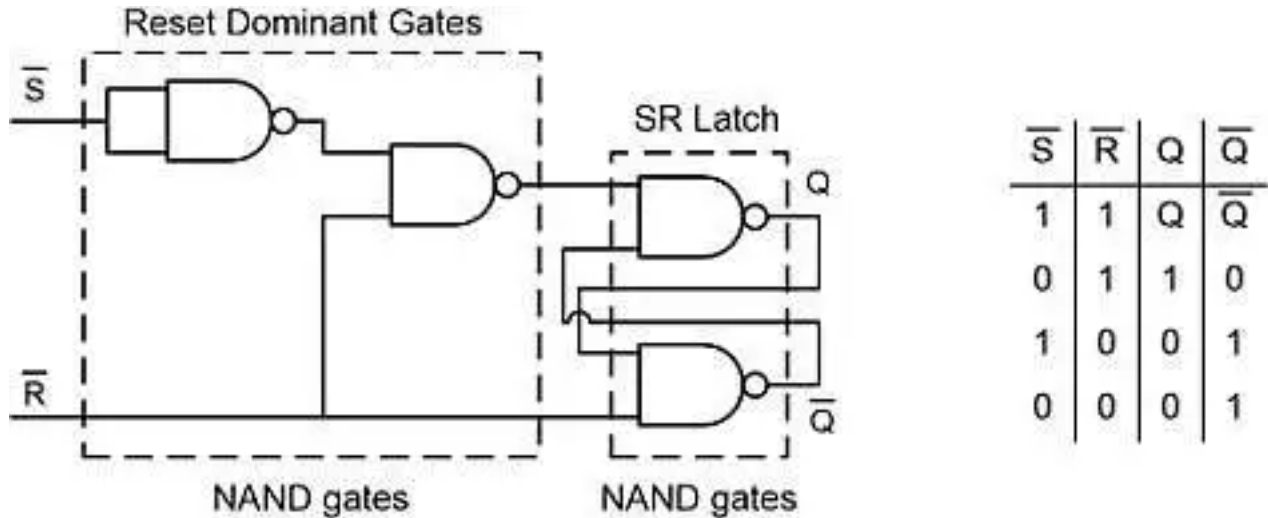

图 4. 使用 NAND 閘和相應的真值表重設復位主導型門鎖電路。
即使 PGOOD 訊號較低，您也需要確認轉換器可正確啟動或重新啟動；因此您需要將門鎖電路設為復位主導型。也就是說，當設定與復位輸入皆為低時，復位輸入將居主導地位，導致 Q 輸出偏低。图 4 顯示了僅使用 NAND 閘的簡化實作，以及相應的真值表。您可使用兩個雙 NAND 閘 SN74AUP2G00 積體電路 (IC) 或一個四 NAND 閘 SN74HC00 IC 建立此電路。
图 4 顯示閉鎖電路的整體實作。電源轉換器的 Pgood 針腳會利用外部電阻 (最高 3.3 V) 拉高。只要發生故障，連接至 PGOOD 的開汲極 MOSFET 將拉動 S-bar 輸入至低門鎖。接著 Q 輸出會拉高，進而開啟 MOSFET S1。EN 針腳會拉低，進而關閉轉換器並防止打嗝模式自動重新啟動。當轉換器輸入電壓軌 (PVIN) 上升時，透過寄生閘極至汲極電容 ( $C_{gd}$ ) 的電容耦合 可能會在 S1 的柵極上拉並開啟。S1 閘的下拉電阻可協助確保 S1 不會意外開啟。